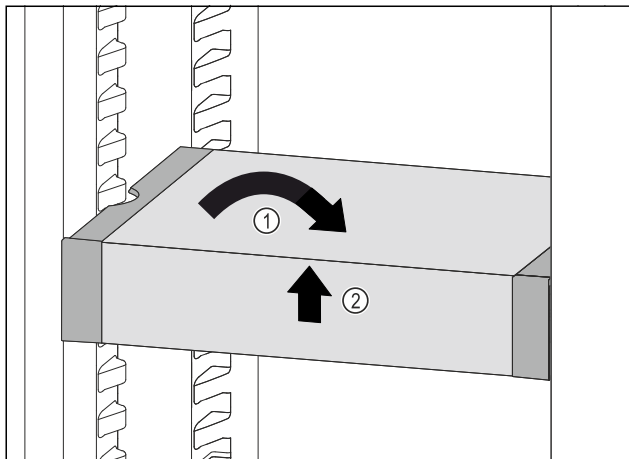

Fig. 149
- ▶ Установите VarioSafe прямо. Fig. 149 (1)
- ▶ Приподнимите VarioSafe спереди. Fig. 149 (2)